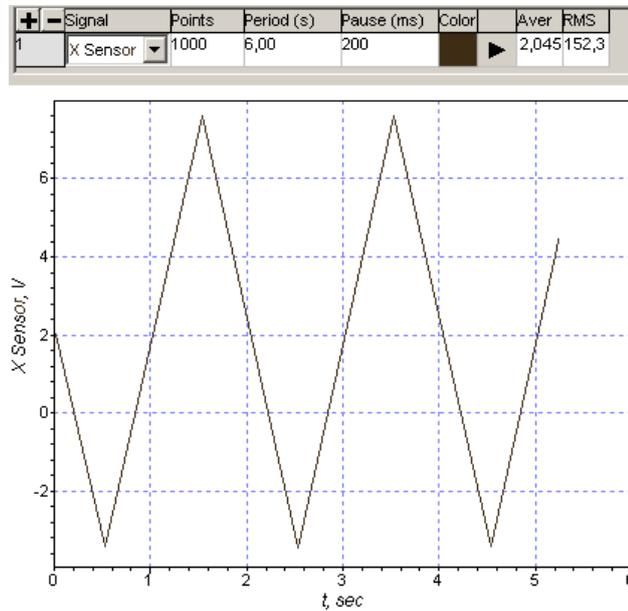

Рис. 2-14. Проверка настройки X-датчика. Требуется подстройка датчика
- Если амплитуда сигнала не менее 9 В, а среднее напряжение выходит за пределы диапазона ± 1 В (Рис. 2-14), необходимо провести процедуру подстройки X-датчика (см. п. 2.4.2 на стр. 203).